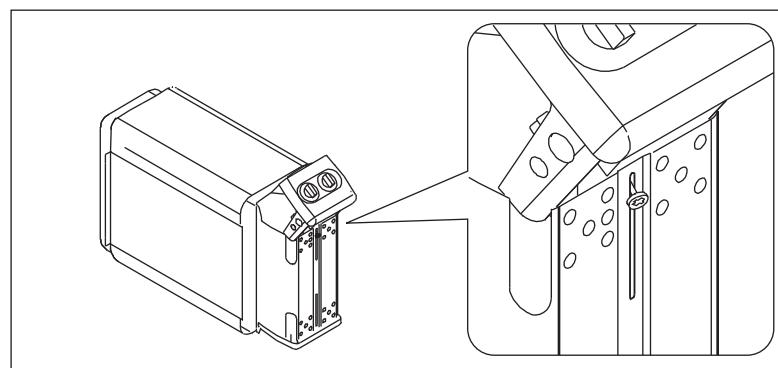

Рисунок 8.
- Когда кабель присоединен, торцевая часть с приборами управления осторожно возвращается в электрокоробку. См. рис. 8. Перед затяжкой крепежного шурпра убедитесь, что край электрокоробки находится в дне паза торцевой части.
- Каменка гибким проводом подсоединяется к соединительной коробке (рис. 8: А) на стене сауны. Соединительная коробка должна быть брызгозащищенной и находиться на расстоянии не выше 500 мм от пола.
- В качестве кабеля (рис. 8: В) следует использовать резиновый кабель типа H07RN-F или подобный.